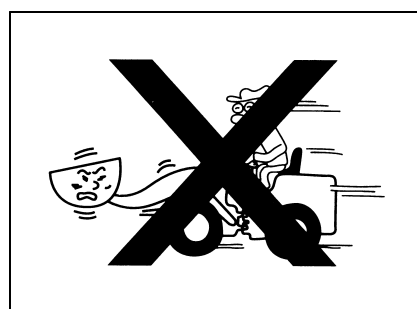

Рис.1-72
- Двигатель должен работать стабильно, категорически запрещается совершать поворот при высокой скорости движения (рис. 1-72).